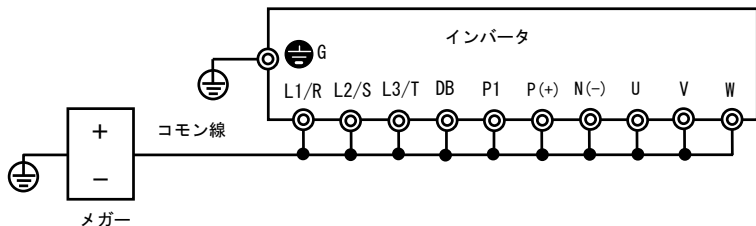

図7.2 メガータスト
- 3) 主回路端子は、図7.2のようにコモン線で接続してください。